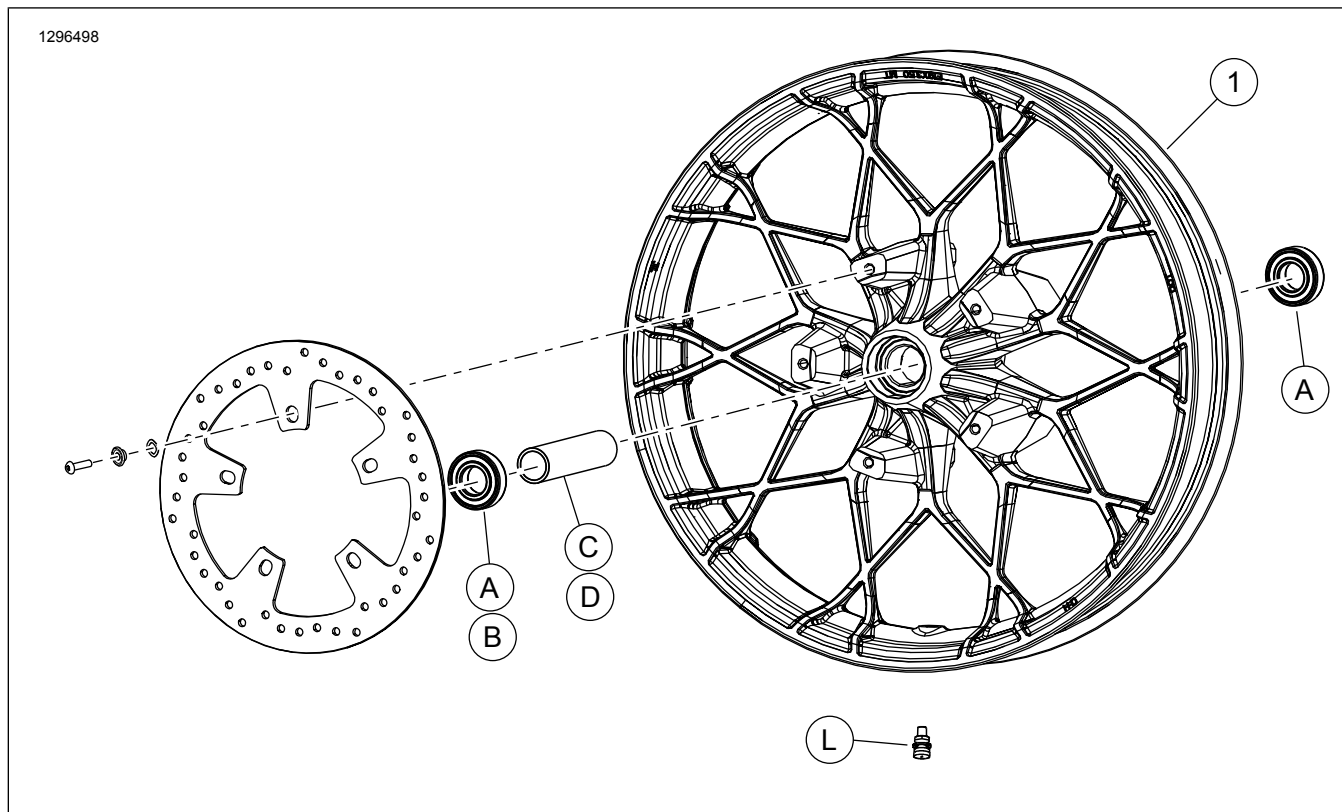

Figura 2. Parts tas-Service: Rota ta' Quddiem
Dan il-kit jinkludi r-rotta personalizzata biss. Ara Figura 2 u Tabella 2 .
2. Ara Figura 2 . Installa assemblaġġ tal-virga tal-valv (X) fuq ir-rota. Ara l-manwal tas-servizz.